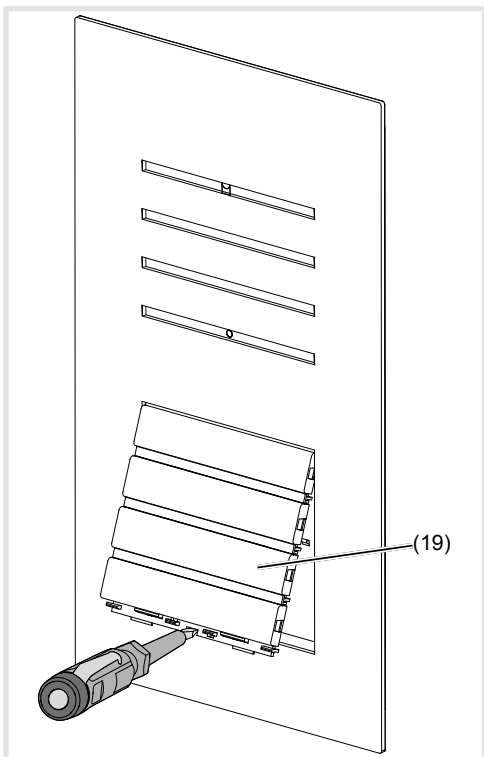

Figura 14: smontaggio mascherina modulo tasti di chiamata
- Premere verso l'alto con il cacciavite la parte superiore del modulo dei tasti di chiamata nell'apertura a sollevamento inferiore e spingerla in avanti (figura 14).